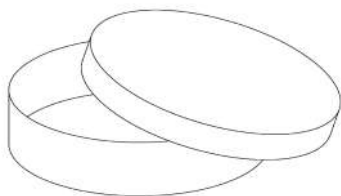

Рис. 111. Односекционная чашка Петри
1. **Односекционная чашка Петри** (рис. 111). Применяется для биологических исследований, выделения чистых культур и определения бактериологического заражения. Состоит из основания и крышки. Основание плоское, с ровным дном, по которому равномерно распределяется питательная среда. Крышка чуть большего диаметра, чтобы под нее мог